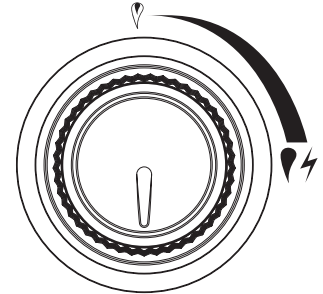

Figura 2
2. Gire la perilla de control en el sentido de las manecillas del reloj a la posición "APAGADO" (vea Figura 2).
1. Asegúrese de que las perillas de control están en la posición "APAGADO". Vea la Figura 2.
2. Asegúrese de que las perillas de control están en la posición "APAGADO". Vea la Figura 2.